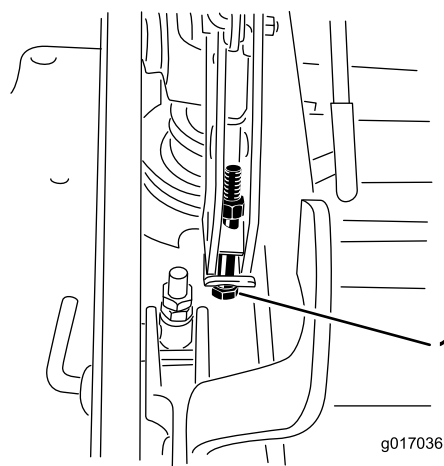

Figure 96
12. Si le tablier est trop bas, serrez le boulon de réglage monpoint dans le sens horaire. Si le tablier est trop haut, desserrez le boulon de réglage monpoint dans le sens antihoraire (Figure 96).